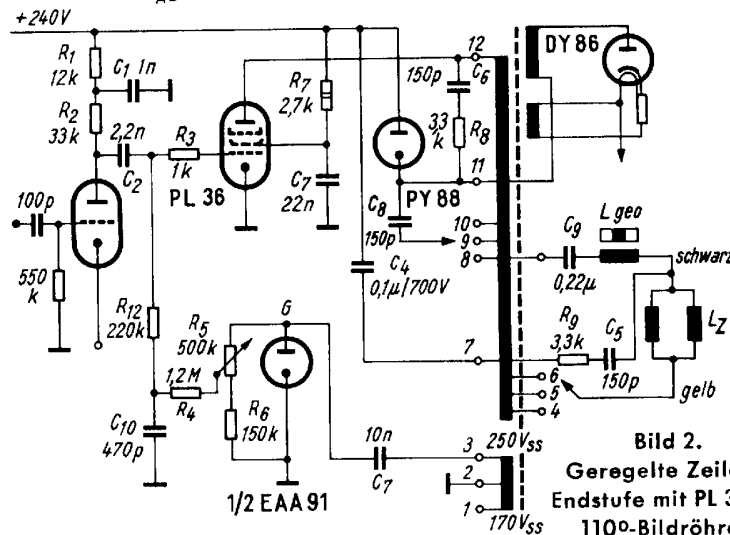

Bild 2. Geregelte Zeilen-Endstufe mit PL 36 für 110°-Bildröhren
**Allgemeines:** Mit der Einführung der 110°-Bildröhre ergab sich die Forderung nach einer stärkeren Leistungspentode für die Zeilen-Endstufe, die die erhöhte Ablenkleistung für die Horizontal-Ablenkspulen abgeben kann. Es wurde daher für diesen Anwendungsfall die PL 36 geschaffen, deren Daten nachstehend aufgeführt sind. Als Anwendungsbeispiel zeigt Bild 2 die Schaltung einer geregelten Zeilen-Endstufe.